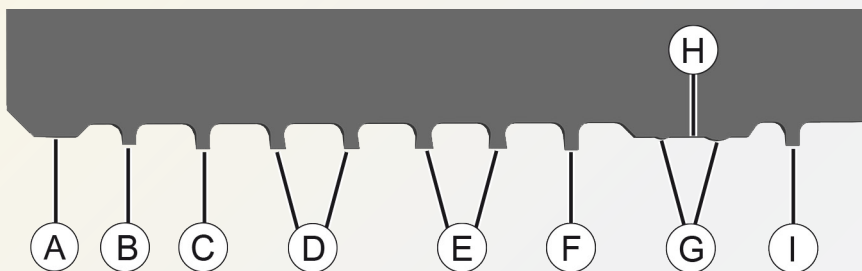

图 4: 铣磨盘详细视图
5. 将紧固板（4）上的两个圆柱头螺栓（6）松开约半圈。使用内六角扳手扳手尺寸 3 经由调整螺栓（9）将测量区段（见图 4）的直径调至距调整规格（以直径计）不足 0.05 mm。通过右旋调整螺栓（9）可将直径调小，通过左旋则可将直径调大。
8. 通过螺纹楔式夹紧机构的两个调整螺栓 (5) 将成型齿 (齿 3-6, 见图 4) 调至同一平面。齿 5、4 和 3 与齿 6 的最大允许偏差为 5 μm 。为此, 使用内六角扳手扳手尺寸 2 将位于需外调的刀齿一侧的调整螺栓 (5) 右旋。螺纹楔式夹紧机构的调节行程为 0.1 mm (以直径计)。
9. 将紧固板（4）上的两个圆柱头螺栓（6）松开约半圈。使用内六角扳手扳手尺寸 3 经由调整螺栓（9）将测量区段（见图 4）的直径调至调整规格。
12. 检查成型齿的直线度。为检查成型齿的直线度，测量齿 6 与齿 5、4 和 3 之间的齿高偏差。齿 5、4 和 3 与齿 6 的最大允许偏差为 5 μm （见图 4）
13. 检查齿 7 相较于齿 6 的超越量。铣磨齿（齿 7）必须高出齿 6 达 20 $\mu\text{m} \pm 5 \mu\text{m}$ （见图 4）。